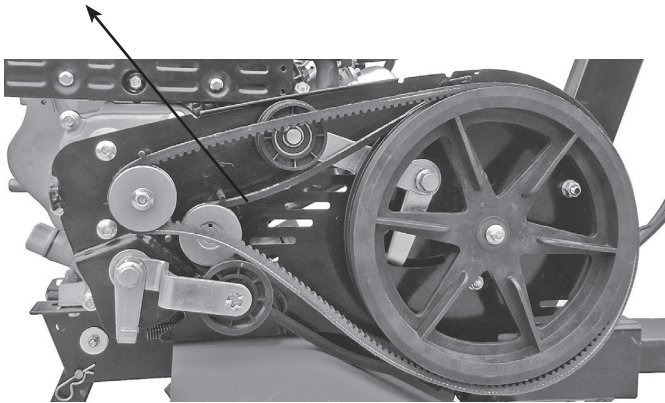

Abbildung 10
- Wenn die Riemen­spannung außerhalb der normalen Spannungsgrenzen liegt, muss sie nachgestellt werden. Lösen Sie die 4 Motormuttern (siehe Abb. 10 und 11).